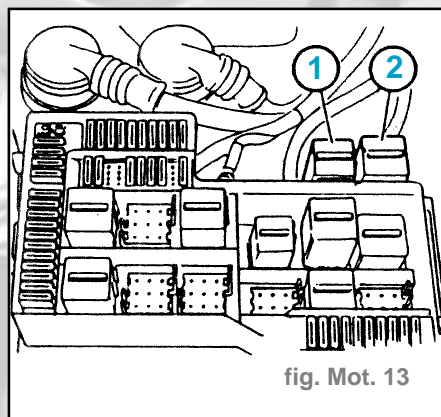

fig. Mot. 13
- Démontez le relais principal du Digitale Diesel Electronic et le relais de la pompe de préalimentation en carburant (fig. Mot. 13).